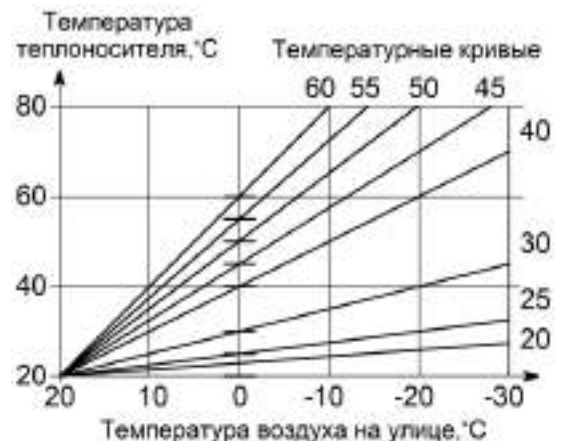
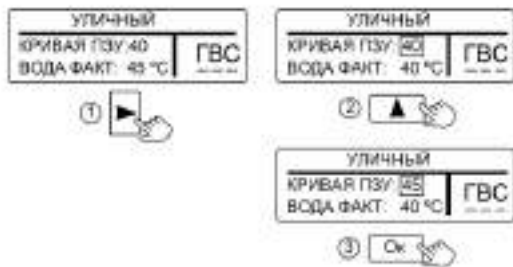

Рисунок 9. Зависимость температуры теплоносителя от температуры воздуха на улице
Рисунок 10. Настройка кривой ПЗУ
10.4 «УЛИЧНЫЙ» – режим поддержания температуры теплоносителя в зависимости от температуры воздуха на улице по одной из погодозависимых кривых (см. рис. 9). Датчик температуры воздуха (проводной или радиодатчик) устанавливается на улице. При отсутствии датчика температуры, возможна работа от данных получаемых с метеосервера (см. п. 11.1.8).
Для изменения заводской настройки нужно в соответствии с рис. 9 выбрать ту кривую, при которой в помещении станет комфортно. Если в помещении холодно - следует выбрать кривую с большим номиналом, если жарко - с меньшим. Чем больше величина теплотерьер здания, тем выше номер кривой. Изменение значения кривой ПЗУ показано на рис. 10.